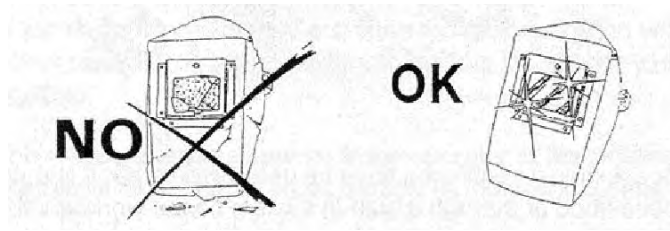

Рис. 2
- Оператор должен носить невоспламеняемый защитный шлем или специальный щиток сварщика, выполненный таким образом, чтобы защитить шею и лицо, а также боковые части головы. Защитный шлем или щиток должны иметь защитные стекла, подходящие для данного типа сварки и используемого тока. Стекло должно быть всегда чистым; если стекло поцарапано или повреждено, его необходимо заменить (рис.2). Желательно устанавливать поверх адиактинического стекла щиток из прозрачного стекла. Щиток можно заменять по мере его загрязнения. При сварке листов с покрытием при нагреве образуются токсичные пары, поэтому в этом случае необходимо использовать воздушный респиратор.